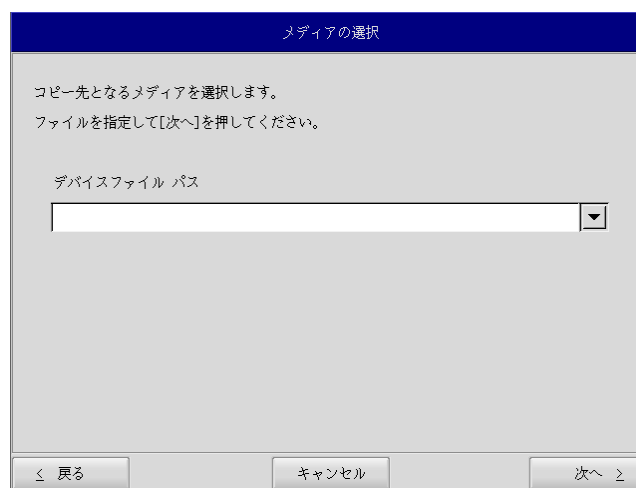

図 5-3-1. メディア選択画面
- ⑤ メディアの選択画面 (図 5-3-1) が表示されます。コピー先となるメディアを選択し、[次へ] ボタンを押します。